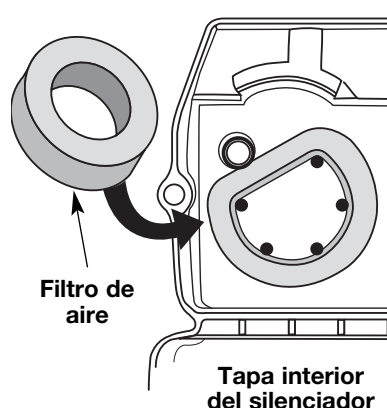

Fig. 22
2. Gire la tapa y ubique el filtro de aire adentro. Saque el filtro de aire de adentro de la tapa del filtro de aire / silenciador (Fig. 22).
6. Cambie el filtro de aire dentro de la tapa del filtro de aire / silenciador (Fig. 22).